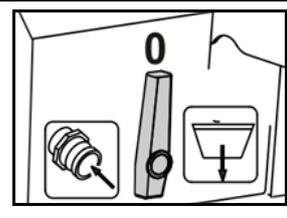

Fig. 86
3.  Accédez au menu Remplissage (Fig. 86).